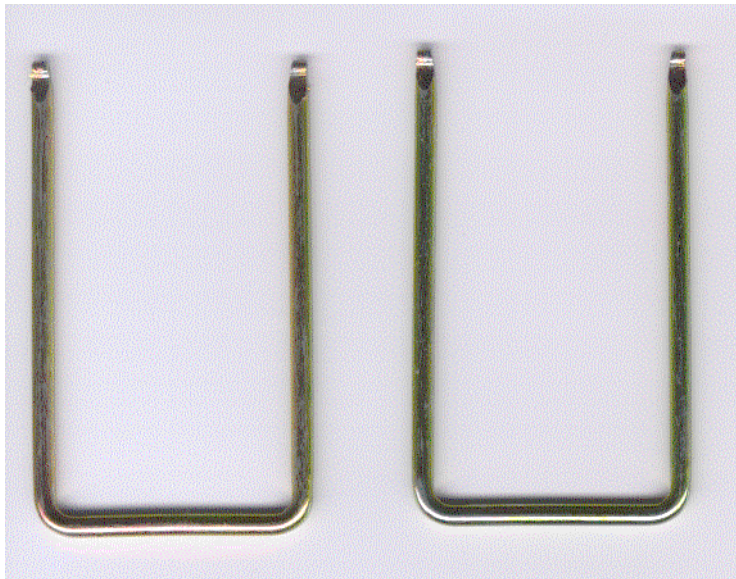

Abb. 3: Die VDO-Ausbau-Klammern. Am oberen Ende sind Krampen eingepreßt, die bei leichtem Drücken der Klammern nach außen in den Ausbaulöchern das Gerät packen.
2. Ausbau Klammern für das Radio, o.e. (Abb. 3)